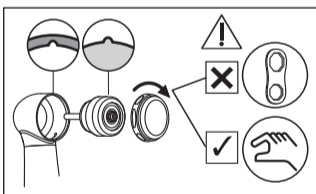

図 36
- 5 新しいカートリッジを、ノッチとノッチ溝をあわせてヘッドに挿入します（図 36）。（M micro にはノッチとノッチ溝はありません）
- ・ヘッドキャップのねじは軽く手で締めてから最後にゆるまないようにレンチで締め付けてください（図 36）。